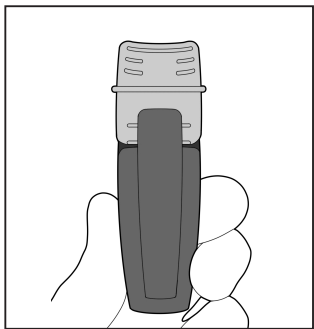

Fig. 11
1. Veiller à ce que l'IntegraBite soit bien monté avec l'applicateur et le cale-dents alignés à la verticale (Fig. 11).